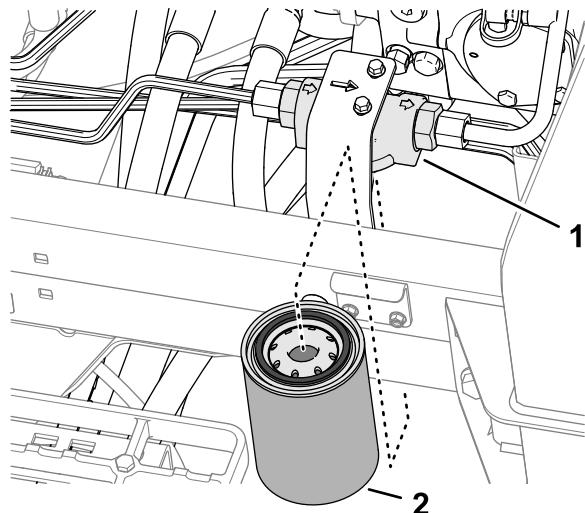

Bild 146
3. Legen Sie auf der linken Seite der Maschine eine Auffangwanne unter den Ladefilter (Bild 146).